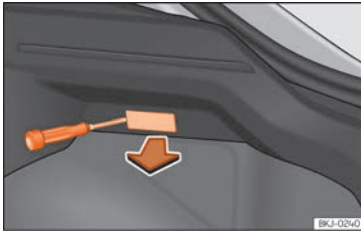

Abb. 65 Gepäckraumleuchte*
- Nehmen Sie das Lampenglas der Glühlampe durch Druck mit einem Schraubenzieher auf dessen Unterkante ab »» **Abb. 65.**